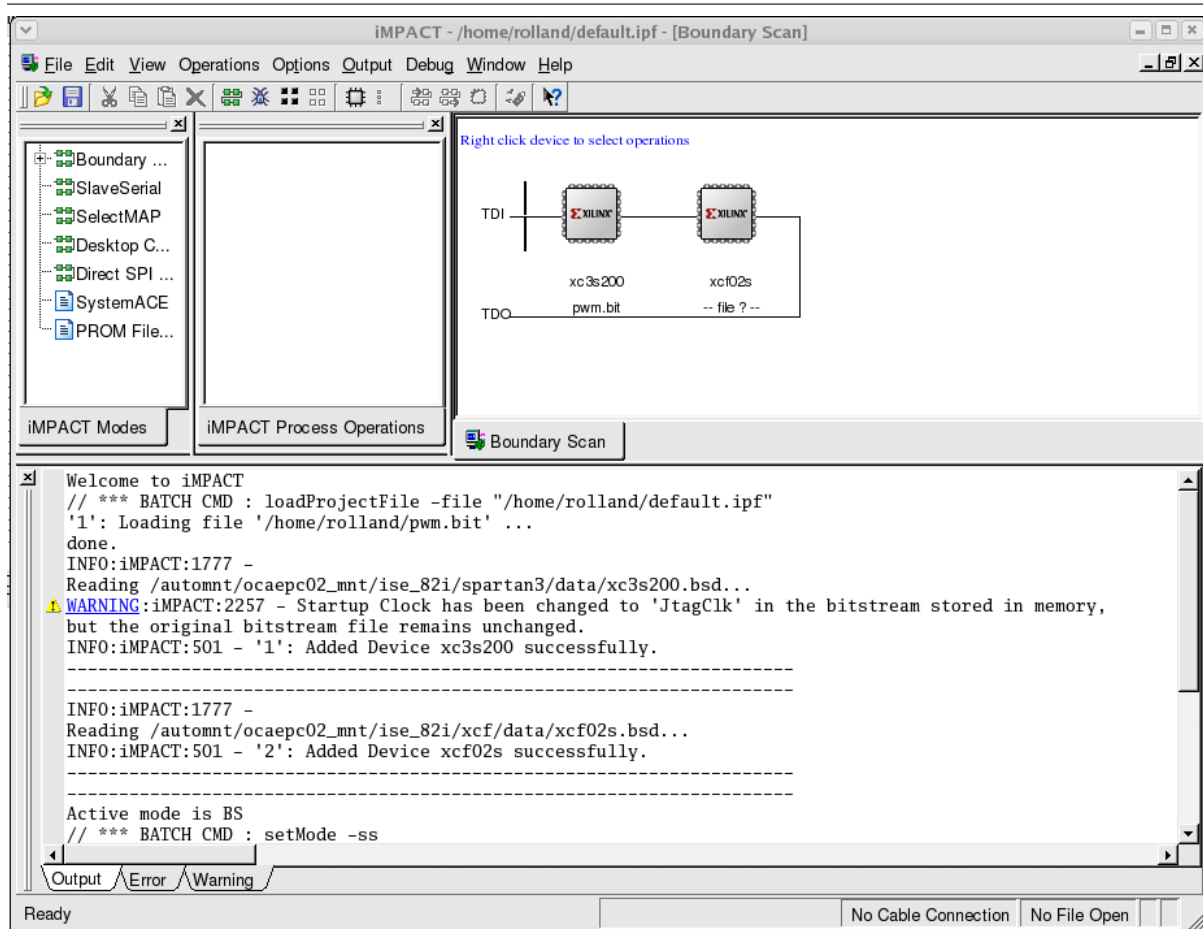

FIGURE 8 – Fenêtre d'iMPACT
- Dans l'onglet « Boundary Scan » de la fenêtre d'iMPACT (cf. figure 8), faire un clic droit sur l'icône du FPGA xc3s200,, puis sélectionner « Program »